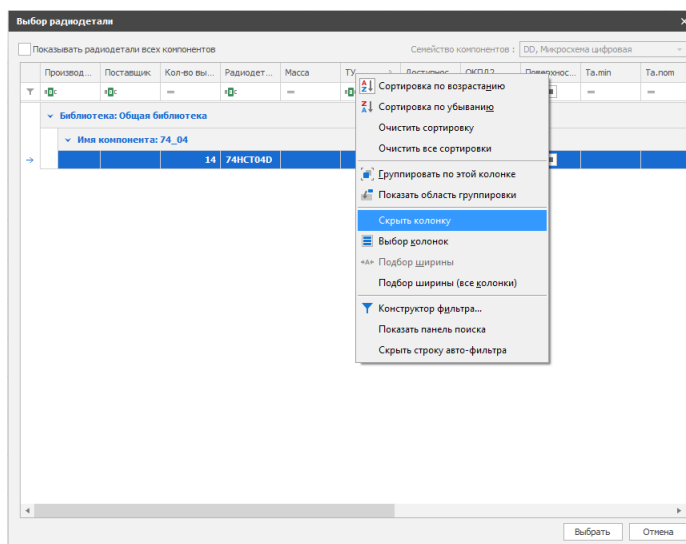

Рис. 93 Выбор удаляемой колонки
2. Для удаления выбранного столбца установить курсор на область заголовка столбца и из контекстного меню выбрать пункт «Скрыть колонку», см. Рис. 93.